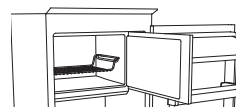
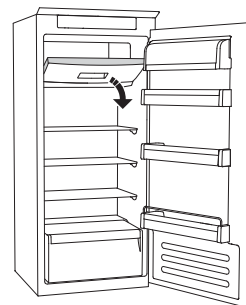

Figure 1
Figure 2
- disposez les aliments sur la grille, si présente (figure 1), ou directement sur la partie inférieure du compartiment (figure 2)
- placez les aliments au centre du compartiment *** ** *** sans qu'ils n'entrent en contact avec les aliments déjà congelés, en maintenant une distance de 20 mm environ (figures 1 et 2).
Le SYSTEME STOP FROST (disponible selon le modèle) facilite la procédure de dégivrage pour le compartiment congélateur. L'accessoire STOP FROST (figure 1) est conçu pour recueillir une partie du givre qui se forme dans le compartiment congélateur et il est facile à retirer et nettoyer, et par conséquent réduit le temps nécessaire au dégivrage de l'intérieur du compartiment congélateur.
- Ouvrez la porte du compartiment congélateur et retirez la bac supérieur (figure 2).